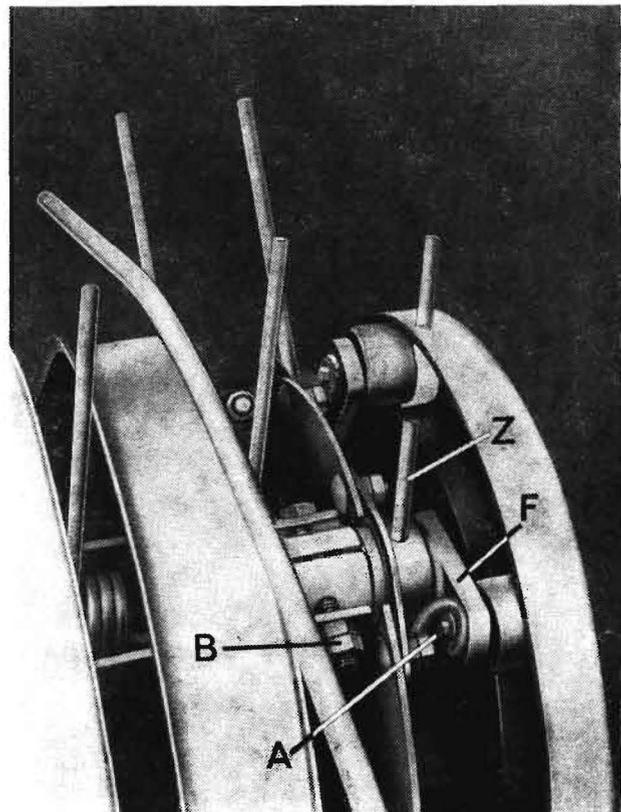

Bild 52
- Lösen der Befestigungsschraube (A) und Entfernen des Zinkens (Z)
- Befestigungsschraube (B) des Führungshebels (F) heraus-schrauben
- Zinkentrommel drehen bis Führungshebel vor Montage-öffnung steht (Bild 52)